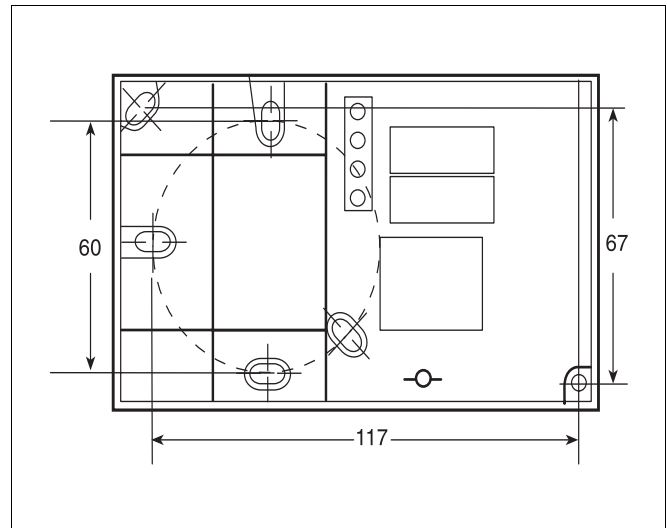

Abb. 3 Befestigungsvorbereitung der Rückseite des Regelgerätes
- Die Haltebohrungen gemäß der Zeichnung setzen (Abb. 3).